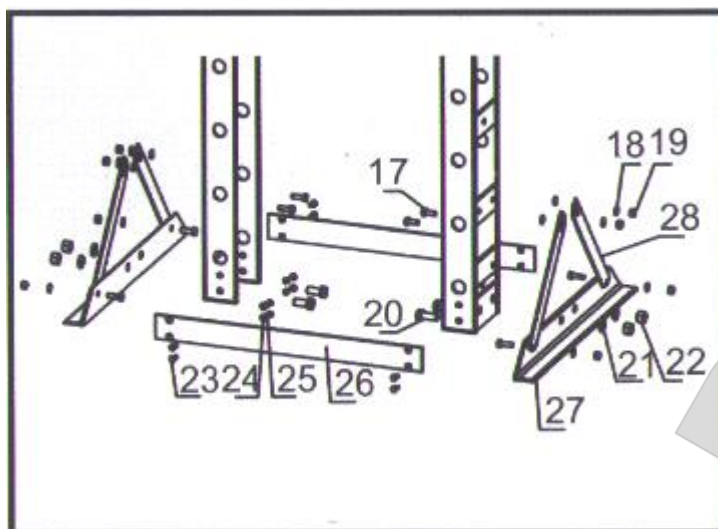

Рис.2
3. Установите стойки рамы в вертикальное положение. Сдвиньте опорные уголки основания стоек (27) под стойки рамы, расположите нижнюю поперечину рамы (26) между ними. Совместите отверстия и вставьте болты (23) в стойки, опорные уголки и нижнюю поперечину рамы, затем вставьте шайбы (24) и закрутите гайки (25). Совместите отверстия под болты и вставьте болты (20) в стойки рамы и опорные уголки, закрепите их шайбами (21) и гайками (22). Закрепите боковые растяжки (28) на стойках рамы и опорных уголках болтами (17), с шайбами (18) и гайками (19). См. рис. 2.